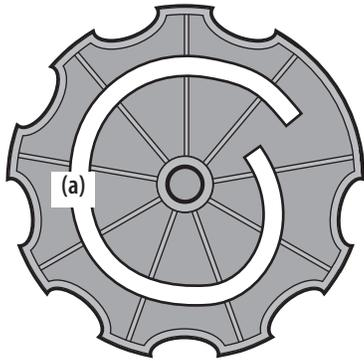

Figure 2-13
- Faites aligner la fente en forme de spirale (a) sur le côté intérieur du dispositif de réglage avec la goupille. Assurez-vous que la plaque de réglage est bien placée sur le moyeu et le goujon. Voir Figure 2-13.